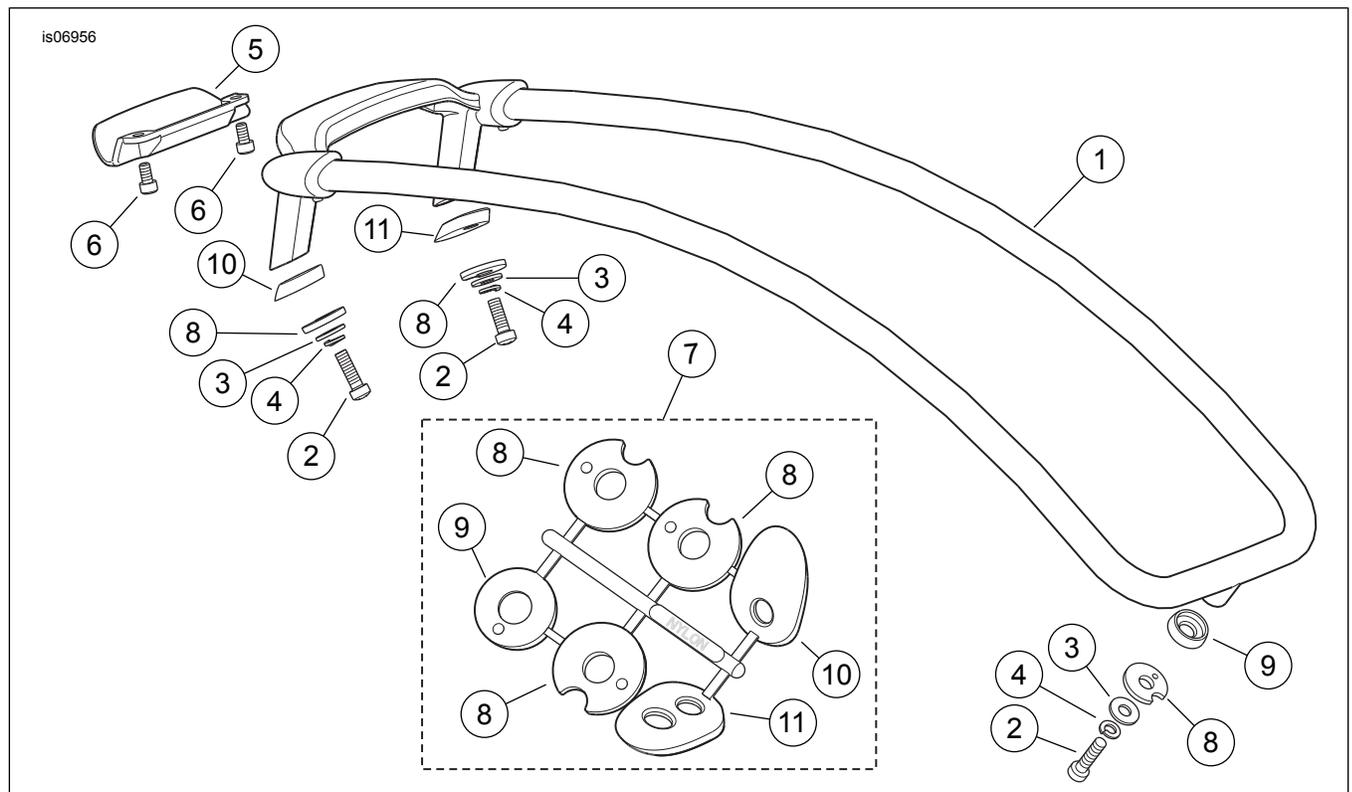

Abbildung 1. Ersatzteile, Schutzblechbügel „Air Wing“ für Trike
Siehe Abbildung 1 und Tabelle 1.
2. Siehe Abbildung 1. Mit einer Schere oder einem Allzweckmesser alle drei Kunststoff-Befestigungsunterlegscheiben (8) und Befestigungsunterlagen (9, 10, 11) vom Angussstück eines Satzes entfernen. Die korrekte Befestigungsunterlage über den drei Schraubenbefestigungen auf einem Zierbügel (1) anbringen.
12. Einen der Zierbügel bereitlegen. **Wenn KEIN Air Wing-Bügelleuchtsatz (Teile-Nr. 68286-10 oder 68388-10) eingebaut wird:** Die Zwischenplatte (5) mit zwei Schrauben Nr. 8-32 (6) aus dem Satz an der Unterseite des hinteren Zierbügel-Querstücks befestigen. Auf ein Drehmoment von 3,1–3,5 N·m (27–31 in-lbs) anziehen.